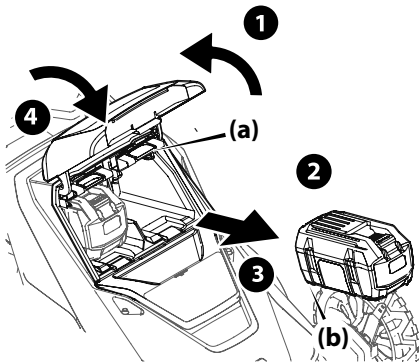

Figure 14
2. Presione la lengüeta de liberación de la batería (a). Consulte el recuadro de la Figure 14.